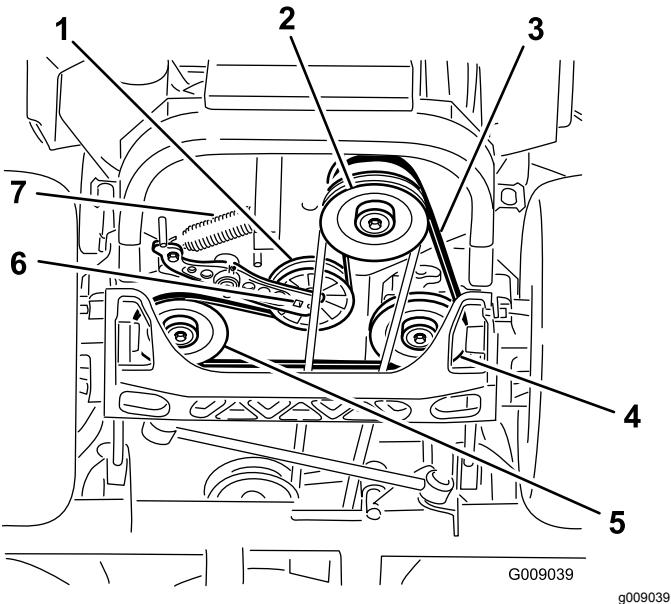

Figura 86
4. Sollevate la macchina e sostenetela su cavalletti (Figura 86).
5. Utilizzate un cricchetto nel foro quadrato del braccio di rinvio per rimuovere la molla del tenditore (Figura 86).
6. Sganciate la molla del tenditore dal telaio (Figura 86).
9. Utilizzate un cricchetto nel foro quadrato del braccio di rinvio per installare la molla del tenditore sul telaio (Figura 86).